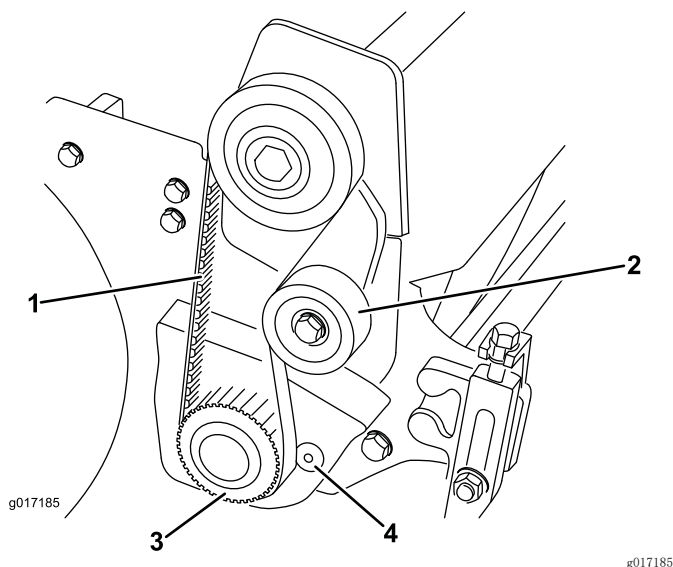

图 18
2. 旋松惰轮皮带轮，以释放皮带的张紧力，然后从皮带轮上取下滚刀驱动皮带（图18）。
3. 使用 1.3cm 传动棘轮和延长件，从滚刀轴上卸下驱动皮带轮（图18）。
5. 卸下将疏草刀臂盖固定到轴承壳体和侧板上的 2 个平头螺丝和螺母（图18）。